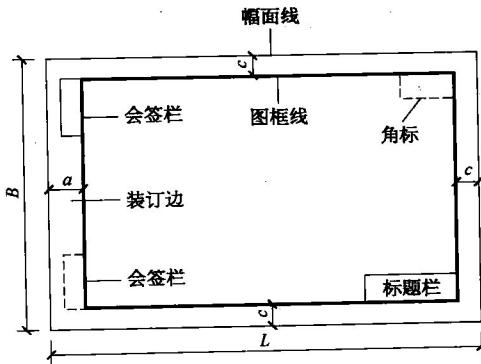

图 1.2.1 A0~A3 横式幅面
(1) 图纸的标题栏、会签栏及装订边的位置应符合下列规定：
① 横式使用的图纸应按图 1.2.1 的形式布置。